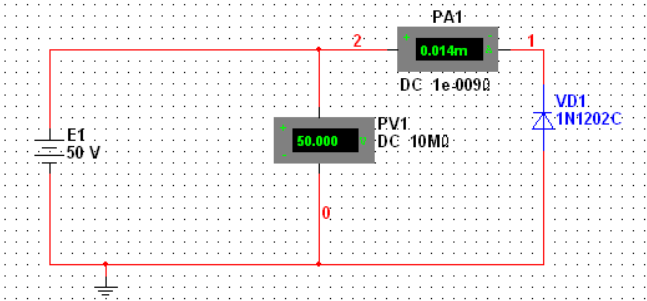

Рис. 18. Схема исследования полупроводникового диода при обратном включении.
4. Снять зависимость обратного тока от обратного напряжения диода. Схему измерений собирать в соответствии с рис. 18.